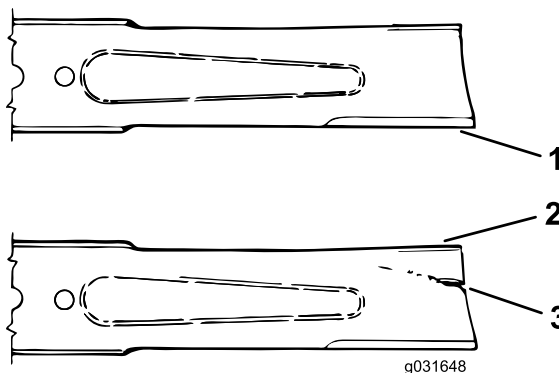

Figura 71
3. Examine cuidadosamente as extremidades da lâmina, prestando especial atenção à zona onde se encontram as partes curvas e planas da lâmina (Figura 71).